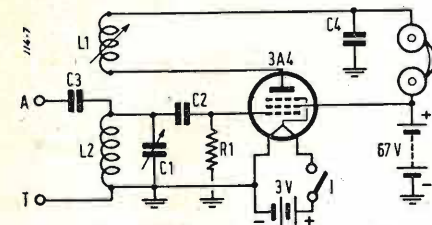
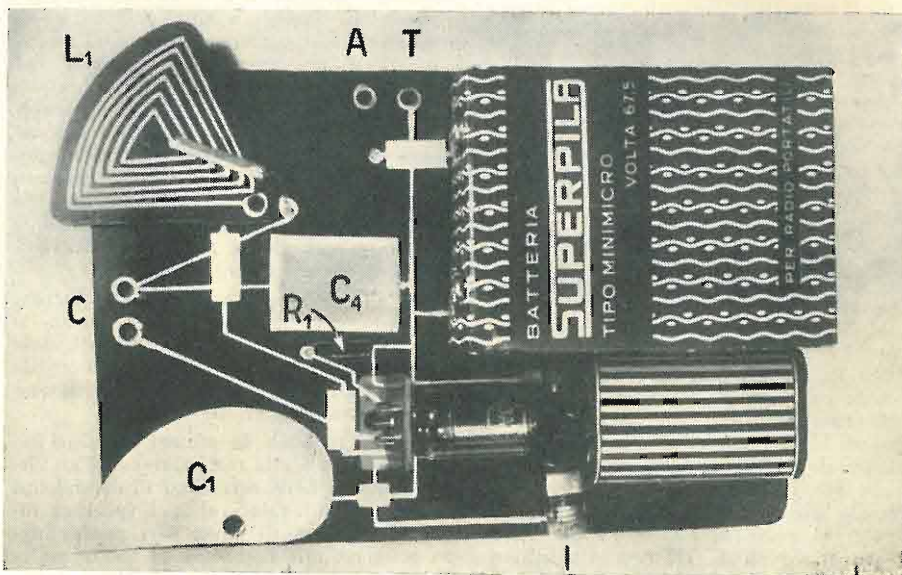

Fig. 6. - Schema elettrico del ricevitore di fig. 5.
Fig. 5. - Apparecchio a reazione per onde corte realizzato con circuito dipinto.
In fig. 5 è riportato un altro semplice circuito realizzato con circuito dipinto; in fig. 6 ne è riportato lo schema. Da un primo esame si vede che le batterie sono state collocate direttamente su un pannello (di cartone bachelizzato) e i relativi morsetti fanno capo al circuito senza alcun filo, ma semplicemente mediante tratti di vernice conduttrice; l'interruzione della tensione di filamento (3 V, batteria Burgess n. 422) viene effettuata mediante un interruttore a vite I facilmente realizzabile e posto sul lato positivo; anche lo zoccolo della valvola (3A4) è autocostruito mediante una lastrina di materiale plastico piegato a squadra e nel quale sono stati praticati i sette fori corrispondenti ai piedini del tubo; un tratto di vernice conduttrice collega questi piedini con il resto del circuito. Le intersezioni fra i vari conduttori sono state realizzate con l'usuale sistema del ponte di materiale isolante e sono visibili in figura nel numero di quattro. I rivetti contrassegnati A e T sono quelli relativi alle prese di antenna e terra; il primo è collegato al condensatore  $C_3$ , alla bobina  $L_2$  e al condensatore  $C_2$  superiormente al pannello e pertanto non sono visibili; è invece visibile la resistenza  $R_1$  (che abbiamo delimitato con due linee bianche per renderla più evidente). Il rivetto corrispondente alla presa di terra (T) fa capo al polo negativo della batteria anodica e della batteria di filamento, oltre che al condensatore  $C_4$ ,
I rivetti contrassegnati con la lettera C sono quelli relativi all'attacco della cuffia e uno di essi fa capo all'induttore variabile  $L_1$  che regola il grado di reazione trovandosi la bobina  $L_2$  sotto a questo, ma dal lato opposto del pannello; un sottile filo metallico avvolto a spirale (l'unico in tutto il circuito) garantisce la necessaria mobilità del settore di bachelite su cui è dipinta la bobina  $L_1$ . Dallo schema riportato in fig. 6 si vede come l'apparecchio della figura precedente sia un monovalvole a reazione per audizione in cuffia; l'inconveniente principale di questo circuito è la grande dispersione delle bobine e la loro notevole influenzabilità ad opera di agenti esterni; per tale fatto la regolazione della reazione è difficoltosa a meno